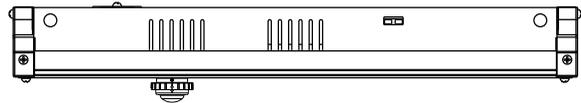

FIG. 4
4. Faites tourner la bague extérieure jusqu'à ce que les flèches soient alignées (voir FIG. 4).